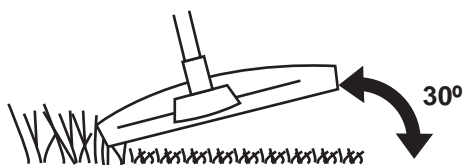

Fig. 28
- > La tête de coupe (36) permet de couper des herbes, pelouses ou autres types de végétation souple.
- > Tenez la tête de coupe juste au-dessus du sol, à un angle d'environ 30° (Fig. 28).